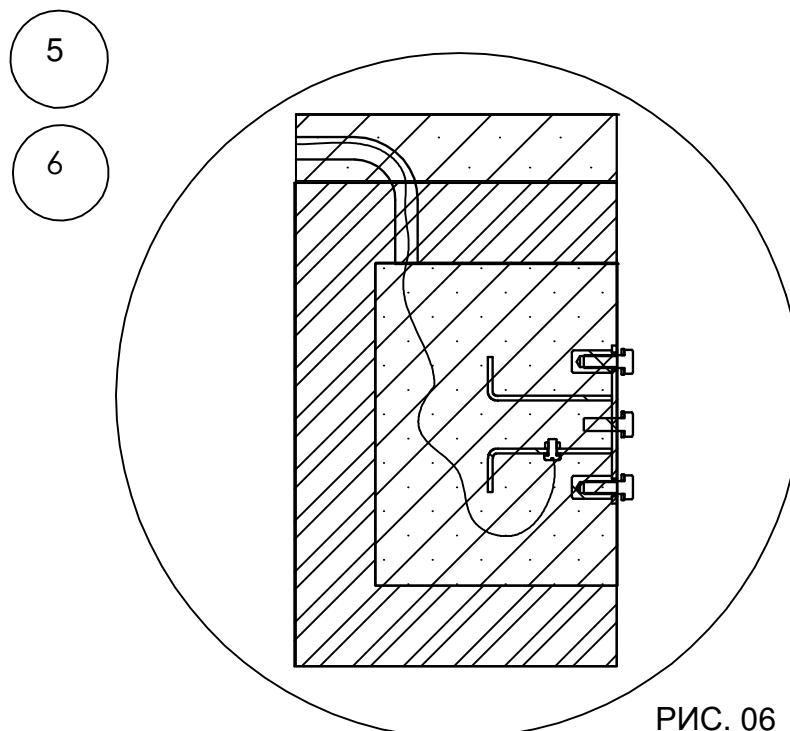

РИС. 06
- 5.- Pour concrete over the anchor system, aligned with the pool wall (Fig. 06).
- 5.- Hormigonar anclaje alineando con pared piscina (Fig.06).
- 5.- Sceller la fixation au béton en veillant à vous aligner sur la paroi de la piscine (Fig.06).
- 5.- Die mit der Schwimmbadwand ausgerichtete Verankerung einbetonieren (Fig.06).
- 5.- Cementare l'ancoraggio allineando con la parete della piscina (Fig.06).
- 5.- Залить бетоном анкерную систему, выровнять со стенкой бассейна (рис. 06).